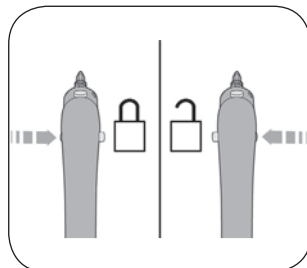

Fig. 3
Funktionsweise (Fig. 3)
zu lösen, muss der Schieber (I) von rechts nach links geschoben werden (☐) (fig. 3).